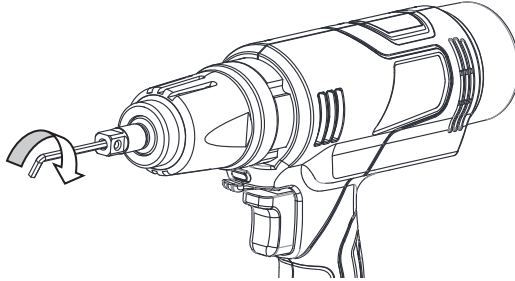

Abb.. 3
2. Stecken Sie einen Inbusschlüssel (3 mm) in die Bohrung, um das Druckeinstellventil wie in Abb. 3 dargestellt einzustellen und den Öldruck zu erhöhen oder zu verringern. Drehen Sie im Uhrzeigersinn, um das Drehmoment zu erhöhen. Drehen Sie gegen den Uhrzeigersinn, um das Drehmoment zu verringern.